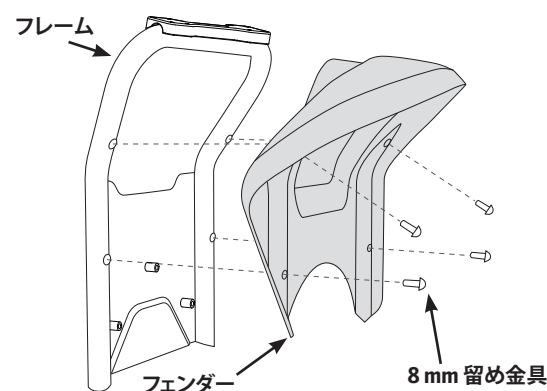

図 4. x2 SE サイド荷物フレームへのフェンダーの取り付け
- フェンダーからフェンダーフレームを取り外して、4 mm 六角レンチを使って 4 個の 18 mm 留め金具を取り外します (図 4 を参照します)。